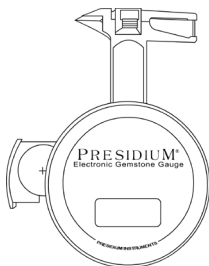

Fig. 1.1
2. Placez un pile CR 2032 3V avec le signe (+) vers le haut dans le logement prévu et refermez-le en poussant le logement sur le côté vers l'intérieur (**Fig.1.1**).